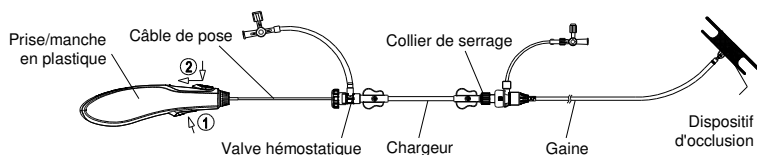

Figure 9. Illustration de la libération du dispositif d'occlusion
- Maintenir la gaine pour toucher l'embase du dispositif d'occlusion puis rétracter doucement le câble jusqu'à ce qu'il se sépare du dispositif d'occlusion. Finalement, retirer le câble de pose et la gaine du corps du patient (cf. **Figure 9**).